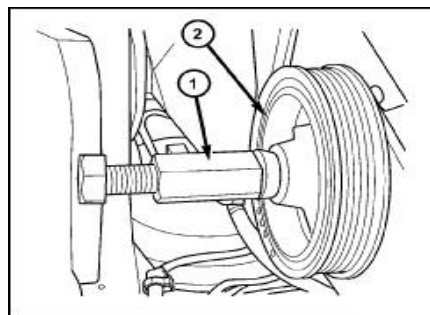

图. 2 曲轴皮带轮安装
- (1) 使用专用工具, 安装曲轴皮带轮(图 2)。
- (2) 安装曲轴皮带轮螺栓, 紧固力矩为 $115\text{N} \cdot \text{m}$ 。
- (3) 安装驱动皮带(查阅-驱动皮带-安装)。
- (4) 安装附件驱动皮带盖板。
- (5) 降下车辆。
- (6) 连接蓄电池负极桩头。